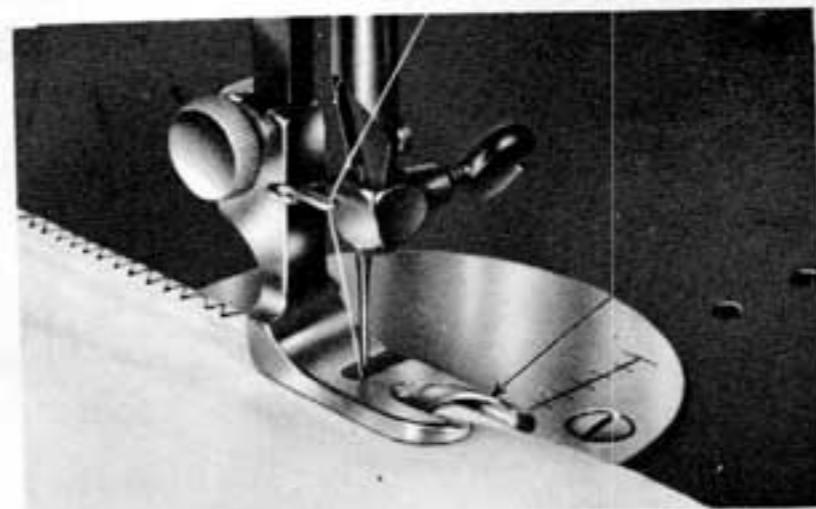

Fig. 28
Turn balance wheel towards you until needle reaches its highest point. Raise presser bar and remove the regular presser foot. Attach hemmer foot (Fig. 28).
3. Lower presser foot and begin to sew. Guide material into hemmer foot while sewing (Fig. 28).
Tirer le tissu jusque sous l'aiguille, puis abaisser le pied-de-biche. En cousant, conduire très légèrement le bord replié de l'étoffe (fig. 28). Il faut que l'ourleur soit alimenté régulièrement pour que l'ourlet soit régulier.